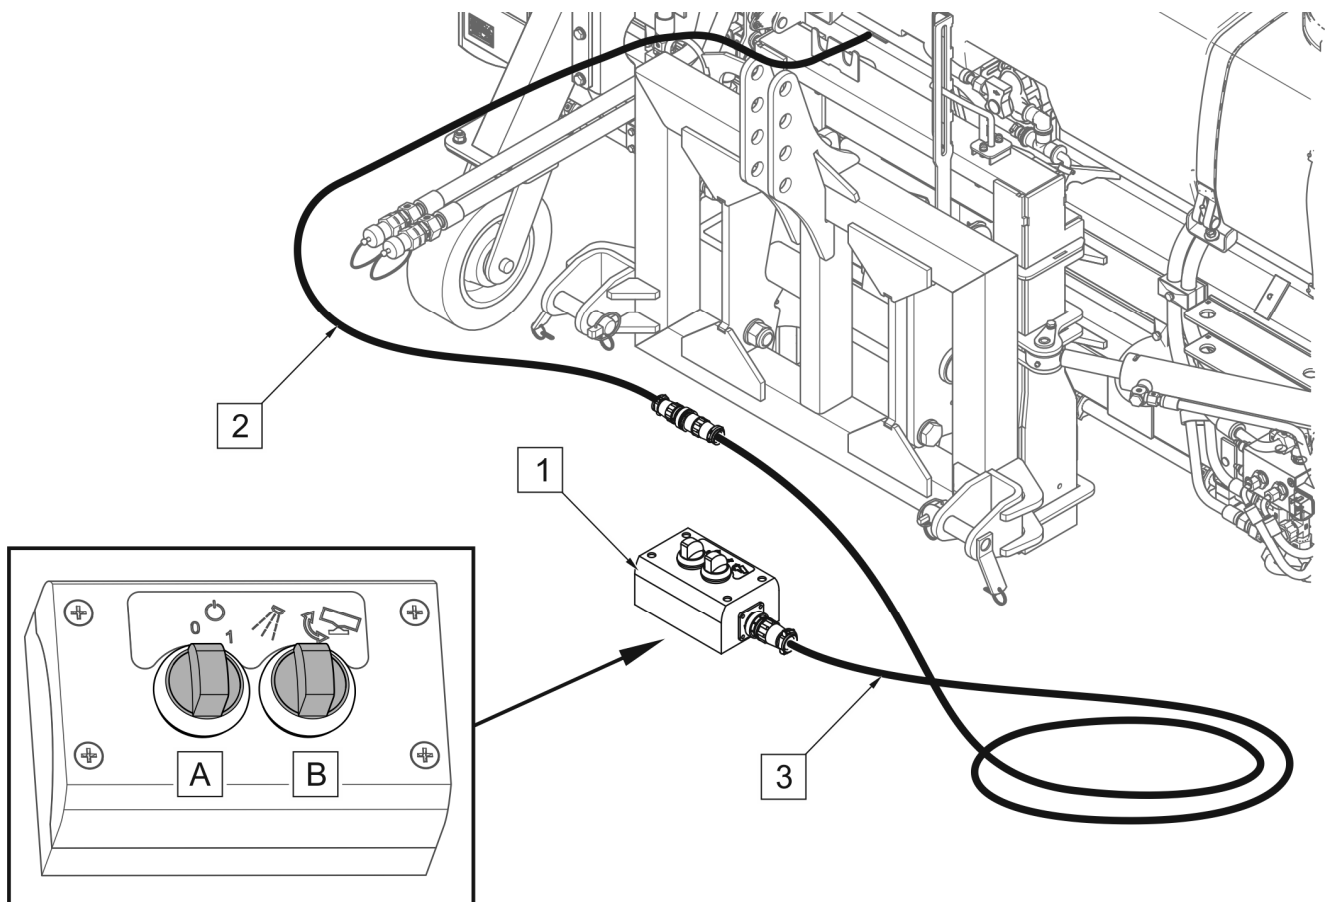

ABBILDUNG 4.8 Anschließen des Bedienfelds
Vor Beginn der Arbeit muss das Bedienfeld (1) an den Kabelbaum der Steuerung (2) der Kehrmaschine angeschlossen werden (ABBILDUNG 4.8). Bei Bedarf den Verlängerungskabelbaum verwenden (3). Das Bedienfeld muss an einer zugänglichen Stelle in der Fahrerkabine untergebracht werden. Den Schalter (A) im Uhrzeigersinn auf die Position „1“ drehen, um das Bedienfeld und die Umrissleuchten der Maschine einzuschalten. Der Schalter (A) in Position „1“ leuchtet grün. Der 3-Positionen-Schalter (B) dient zum Ein- und Ausschalten der Sprühvorrichtung und zum Ein- und Ausschalten der hydraulischen Lenkung (optional).